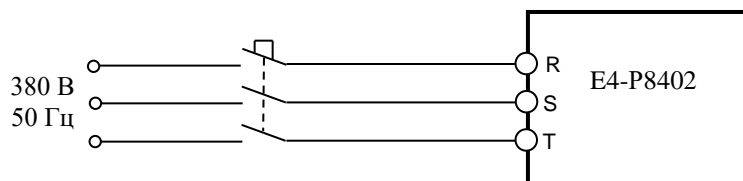

Рис. 4.7. Подключение ПЧ к сети 3ф 380В
4.8.1. Подать напряжение питания 3Ф ~380 В на преобразователь, как показано на рис. 4.7.